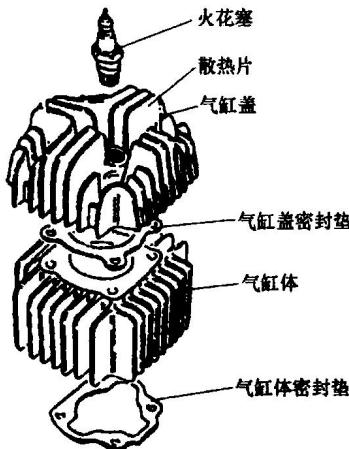

图 1-2 气缸盖和气缸体
(1) 气缸盖 气缸盖的作用是封闭气缸的上端，与气缸及活塞顶共同构成发动机的燃烧室。气缸盖上也铸有若干铝合金散热片，起散热作用，如图 1-2 所示。火花塞装在气缸盖上（顶置式进、排气门也装在气缸盖上）。新型的四冲程摩托车发动机均采用顶置气门、链传动、顶置凸轮轴结构。
(2) 气缸体 气缸体是发动机完成工作循环的场所，也是活塞运动的轨道，承受高温高压的作用。其外壳铸有若干散热片，起散发热量的作用，如图 1-2 所示。气缸体材料以双金属（耐磨铸铁气缸套外铸有铝散热片）为多，以得到较好的散热效果。有些摩托车（如长江 750 型、嘉陵 JH70 型）采用耐磨铸铁气缸体，有些小型轻便摩托车（如玉河牌 YH50Q 型）采用铝合金气缸体内壁镀厚度为 0.1mm 硬铬层的结构。